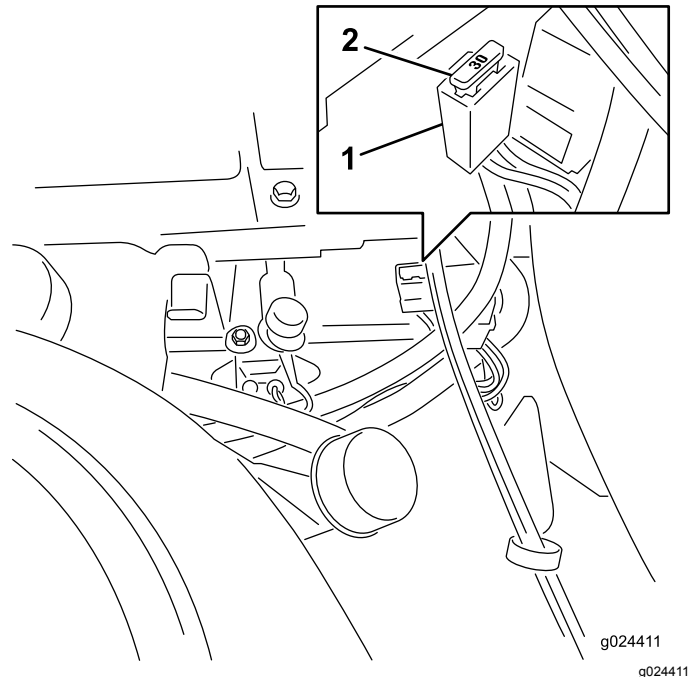

Figura 45
Nota: Los fusibles están situados en la consola de la derecha, junto al asiento (Figura 45).
1. Para cambiar el fusible principal, agarre el fusible y retírelo del bloque de fusibles en línea recta (Figura 45).
4. Alinee el fusible nuevo con la ranura del bloque de fusibles (Figura 45).
5. Inserte el fusible a presión en el bloque de fusibles hasta que esté correctamente asentado (Figura 45).